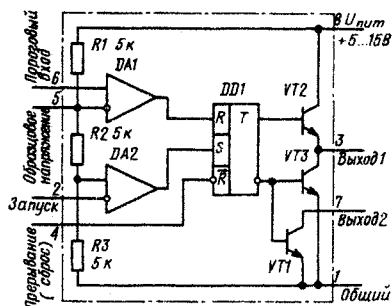
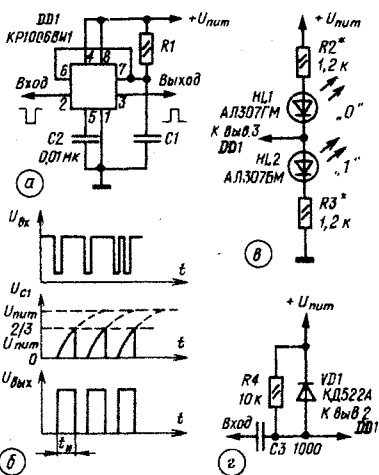
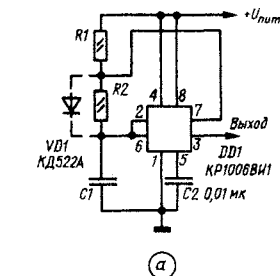

Рис. 1
Рис. 2
Рис. 3
Отечественной промышленностью выпускается интегральный таймер КР1006ВИ1, о технических характеристиках, устройстве и принципе работы которого рассказано в справочном листке журнала [4]. Для пояснения работы описываемых ниже узлов напомним, что он состоит (рис. 1) из компараторов высокого (DA1) и низкого (DA2) уровней, асинхронного RS-триггера (DD1), двухтактного выходного каскада (VT2, VT3), транзисторного ключа с открытым коллектором (VT1) и делителя образцовых напряжений (R1—R3).
Простейшее устройство на таймере — одновибратор. Его принципиальная схема изображена на рис. 2, а. Элементы R1, C1 — времязадающие. Конденсатор C2 устраняет случайное срабатывание компаратора высокого уровня от импульсов внешней наводки и пульсаций в цепи питания, когда напряжение между его входами (выводы 5 и 6) мало.
В исходном состоянии напряжение на входе одновибратора (вывод 2 микросхемы) должно быть меньше напряжения питания, но больше его одной трети. При выполнении этого условия на прямом выходе триггера микросхемы присутствует напряжение низкого уровня (уровень 0), а на инверсном — высокого уровня (1), поэтому транзисторы VT1 и VT3 (рис. 1) открыты и напряжение на выходе одновибратора (вывод 3) близко к 0. Транзисторный ключ VT1 шунтирует конденсатор C1 (рис. 2, а), и напряжение на нем также близко к 0.
Одновибратор начинает формировать выходной импульс в момент отрицательного перепада напряжения на входе (рис. 2, б). Как только оно становится меньше одной трети напряжения пита-
ния, компаратор DA2 (рис. 1) срабатывает и переключает триггер DD1. В результате транзисторы VT1, VT3 закрываются, транзистор VT2 открывается, на выходе одновибратора появляется уровень 1 (рис. 2, б) и конденсатор C1 (рис. 2, а) заряжается через резистор R1. Выходной импульс формируется до тех пор, пока напряжение на конденсаторе C1 и, следовательно, на пороговом входе таймера (вывод 6) ниже, чем на входе образцового напряжения (вывод 5), равного двум третям напряжения питания. В момент, когда напряжения становятся одинаковыми, компаратор DA1 (см. рис. 1) срабатывает и устанавливает триггер DD1 в исходное состояние. При этом транзистор VT2 закрывается, транзисторы VT1 и VT3 открываются, напряжение на выходе падает до 0 (рис. 2, б), конденсатор C1 (рис. 2, а) быстро разряжается.
тора (рис. 2, б).
Для визуальной индикации состояния одновибратора можно использовать светодиоды, подключив их по схеме на рис. 2, в (номиналы резисторов R2 и R3 указаны для напряжения питания 12 В). Если необходимо отделить по постоянному току вход таймера от выхода предыдущего каскада или если длительность входного импульса больше выходного, следует включить дифференцирующую цепь C3R4VD1 (рис. 2, г). Диод VD1 защищает вход таймера от положительных выбросов напряжения и обеспечивает быструю разрядку конденсатора C3. Постоянная времени цепи C3R4 должна быть меньше длительности выходного импульса. Так как в описанном одновибраторе прерывание зарядки конденсатора C1 не предусмотрено, на вход сброса таймера (вывод 4) подано напряжение питания. При необходимости этот вход используют аналогично входу запуска (вывод 2).
Принципиальная схема мультивибратора на таймере показана на рис. 3, а. Режим самовозбуждения создается введением дополнительного (по сравнению с одновибратором) резистора R2 и соединением входа (вывод 2) с времязадающей цепью. Стадия зарядки конденсатора C1 протекает так же, как и в одновибраторе, только зарядный ток течет через резисторы R1 и R2. При этом выходное напряжение имеет уровень 1 (рис. 3, б). Разряжается конденсатор через резистор R2 и транзистор VT1 таймера (см. рис. 1), поэтому время разрядки соизмеримо с временем зарядки. Когда напряжение на конденсаторе уменьшается до одной трети напряжения питания, срабатывает компаратор DA2 таймера, переключая триггер DD1, и начинается новый цикл работы.
Время зарядки конденсатора  $t_1 \approx 0,7 (R_1 + R_2) C_1$ , разрядки —  $t_2 \approx 0,7 R_2 C_1$ , период повторения импульсов  $T = t_1 + t_2 \approx 0,7 (R_1 + 2R_2) C_1$ . Очевидно, что стадия зарядки конденсатора длится дольше стадии разрядки, поэтому скважность импульсов мультивибратора меньше 2. Если необходимо, чтобы выходной сигнал имел форму меандра ( $t_1 = t_2$ ), параллельно резистору R2 (рис. 3, а) нужно включить диод VD1 (показан на схеме штриховой линией) и сопротивления резисторов R1 и R2 сделать одинаковыми. В этом случае постоянные времени зарядки и разрядки также станут одинаковыми, а период повторения импульсов будет определяться формулой  $T \approx 1,4 R_1 C_1$ .